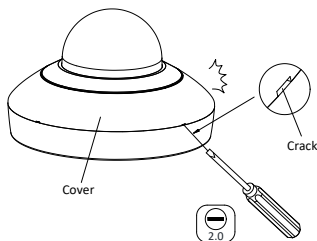

Abbildung 2-1 Öffnen der Abdeckung
1. Hebeln Sie die Abdeckung an der Einkerbung mit einem flachen Schraubendreher ab, wie in Abbildung 2-1 dargestellt.